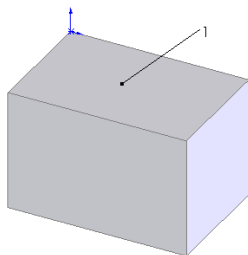

图 4-14 拉伸的图形
绘制的草图拉伸为“深度”为 40 的实体，结果如图 4-14 所示。
**05** 设置属性管理器。在“面设置”一栏中，选择图 4-14 中的表面 1，进行设置。